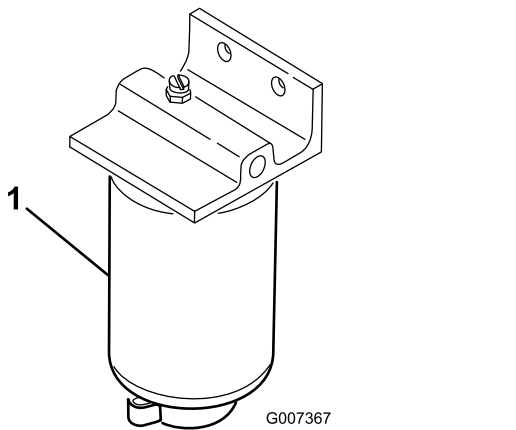

图27
2. 在燃油滤清器下面放置一个放油盘图27。
3. 打开燃油滤清器底部的排油塞排干积水图27。排干之后拧紧排油塞。